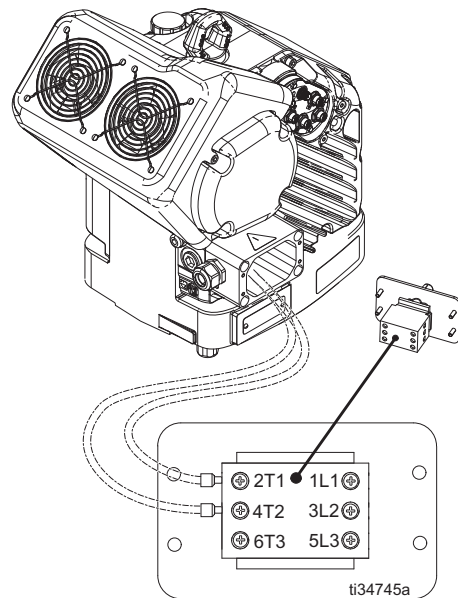

图 4：端子连接
3. 将电源断连开关 (D) 和接线盒盖 (DA) 从驱动器上拆下，确认接线盒内部的电线是否如图 4 所示进行了安装。
5. 将电源线装入端子 1L1 和 3L2。参见图 4。